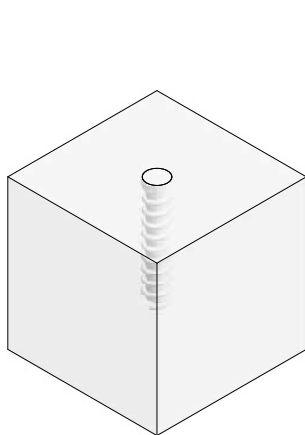

Fig. 9.3
1. Après le bétonnage, insérer l'ancrage hélicoïdal dans le béton frais au niveau du point d'ancrage préalablement défini. Vérifier que le noyau en polystyrène est à fleur avec le béton (fig. 9.3).